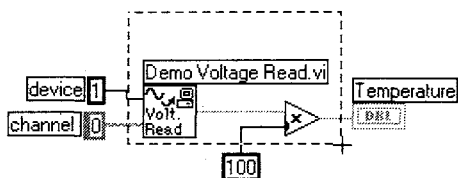

Рис. 5.26
10. Шутки ради используйте инструмент перемещения для выбора части блок-диаграммы, как это показано на рис. 5.26. Затем выберите опцию **Создать ВПП** в меню **Правка** для автоматического преобразования этой части в подприбор. Обратите внимание, что элемент отображения температуры остается частью виртуального прибора, вызывающего ВПП. Сделайте двойной щелчок на новом ВПП, чтобы увидеть его лицевую панель.